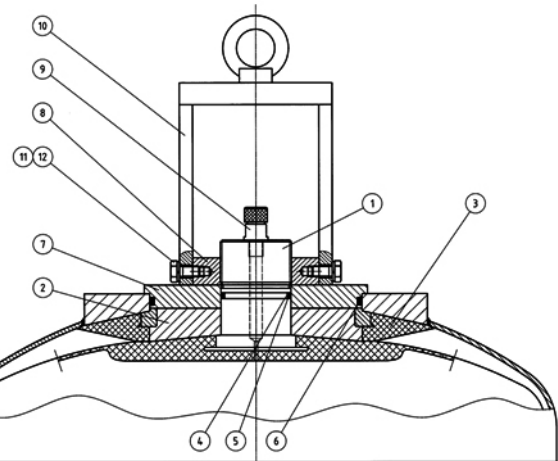
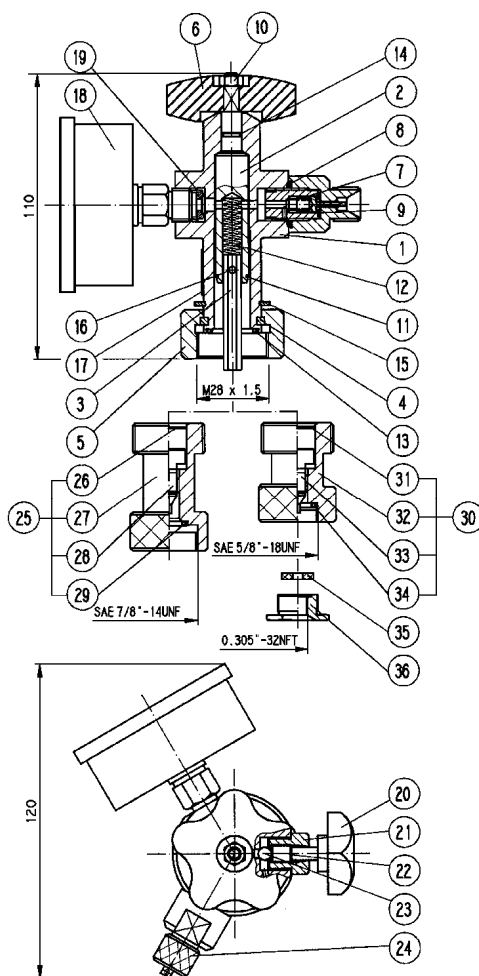

Fig. 2
Fig. 3-2
2.5.3 Überprüfung des Gasvorfülldrucks (siehe Fig. 3-2 Seite 8)
- Sicherstellen, dass das Entlastungsventil (20) geschlossen ist
- Den Sterngriff (6) im Uhrzeigersinn drehen, bis der Druck auf dem Manometer abgelesen werden kann
- Reduktion des Druckes durch Öffnen des Entlastungsventils (20)
- Sterngriff (6) zurückdrehen, die Prüf- und Füllvorrichtung über das Entlastungsventil (20) entlasten und durch Lösen der Überwurfmutter (5) vom Speicher entfernen
2.5.4 Demontage des Hydrospeichers (siehe Fig. 2 Seite 5)
- Schutzkappe (10) abschrauben
- Hutmutter des Gasfüllventils (9) abschrauben
2.5.6 Zusammenbau (siehe Fig. 2 Seite 5)
- Um den Wiedereinbau der Blase (1) zu erleichtern, sind diese und der Körper inwendig reichlich mit Betriebsflüssigkeit zu schmieren
- Blase (1) mit montiertem Stützring (3) und O-Ring (5) der Länge nach zusammenrollen, durch die Körperöffnung einführen, Gasfüllventil (9) in Blase (1) einschrauben
- Verschlussstück (2) einführen und auf Blase (1) montieren
- Geteilter Ring (3) zusammenfalten, einführen und auf Verschlussstück (2) montieren
- Endstück (7) mit montiertem O-Ring (6) einbauen
- Nutmutter (8) lose einschrauben
- Gasfüllventil (9) mit 1,5 Nm anziehen
(siehe Fig 3-2 Seite 8)